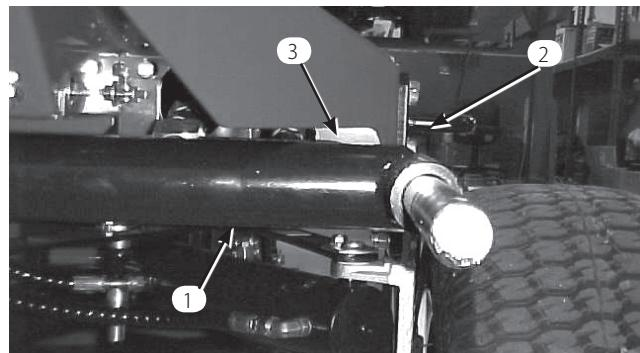
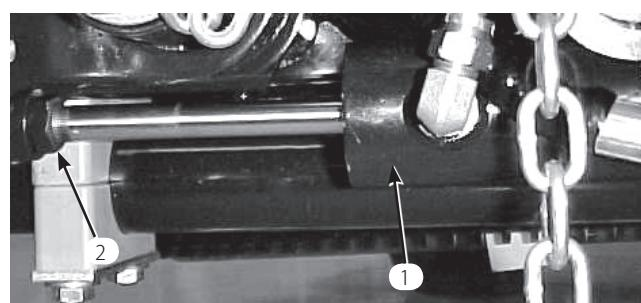
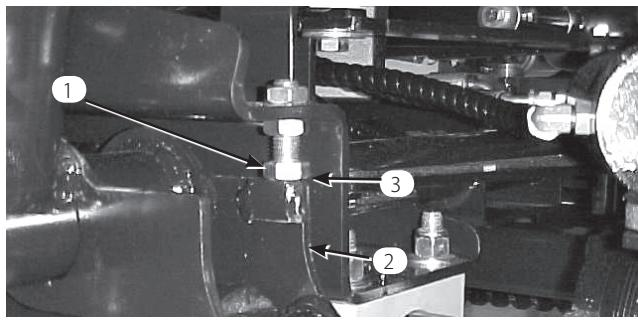

図 20
図 21
図 22
1. エンジンを始動し、昇降アームを上昇させ、各昇降アームとフロア・プレート・ブラケットの間のすきまが 46 ~ 81 cm であることを確認する（図20）。このすきまが所定範囲にない場合は、ストップ・ボルト（図22）を戻し、シリンダを調整してすきまを作る。シリンダの調整は、シリンダについているジャムナットを戻し（図21）、ロッドの端部からピンを抜いてクレビスを回転させて行う。調整が終わったらピンを取り付けて隙間の大きさを確認し、必要に応じ、上記の調整手順を繰り返す。クレビスのジャム・ナットを締める。
2. 各昇降アームとストップボルトとのすきまが 005"-040" の間にあるかどうか点検する（図22）。この範囲になければストップボルトを調整する。